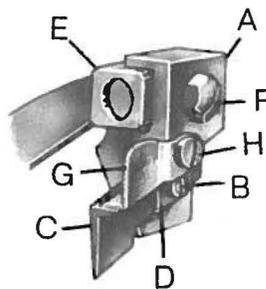

fig.11
## 9. Montaggio del coltello superiore (fig. 11)
2. Sbloccare la vite F (fig. 11)
3. Spingere verso destra o verso sinistra il supporto A del coltello superiore (fig. 11) per ottenere l'altezza di costa voluta.
4. Bloccare la vite F (fig. 11)